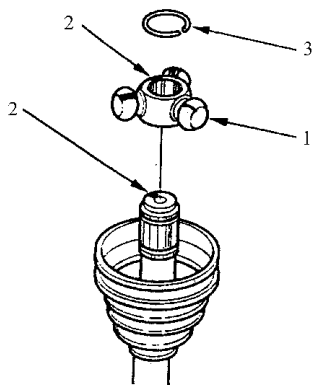

图 6-71 安装滚轮轴
3) 如图 6-71 所示, 使滚轮轴上的标记与半轴端部的标记对准, 将滚轮轴安装到半轴上。